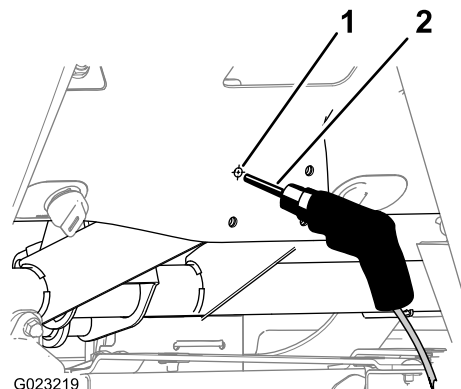

Figura 18
6. Localize o centro da marca que fez no passo 4 e marque o local com um punção. (Figura 18).
7. Faça um furo no painel de instrumentos com uma broca de 8,5 mm no local marcado pelo punção (Figura 18).